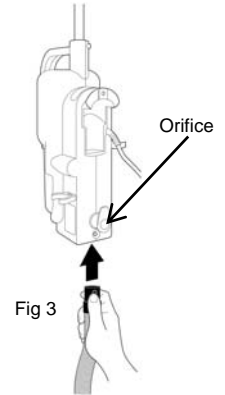

Fig 3
- Appuyez sur la tige à l'extrémité du boyau. (Fig. 3)